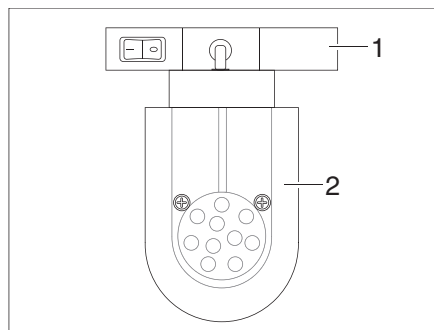

Fig. 140 Foco de LED (ejemplo)
- Sujetar el soporte (Fig. 140,1) y girarlo en 90°.
- Extraer el foco de LED (Fig. 140,2) del sistema de rieles.
- Colocar el foco de LED (Fig. 140,2) en el sistema de rieles en la posición deseada y girarlo en 90°.